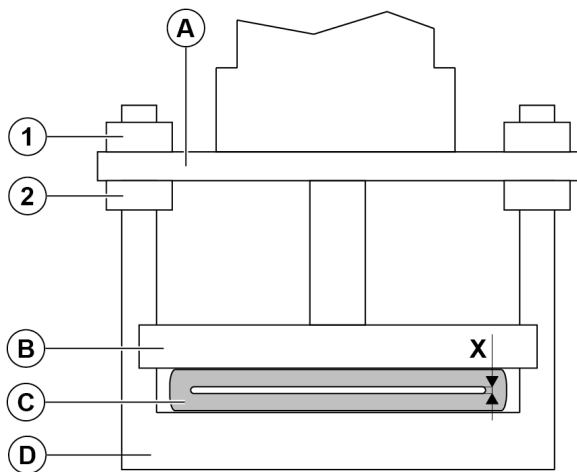

Figura 15.
3. Se a válvula estiver equipada com etiquetas de abertura, solte os parafusos de fixação (8 peças) nas barras de pressão e retire as etiquetas de abertura (*Figura 15*).
3. Abra os parafusos (7.) entre as metades do corpo da válvula e retire a parte inferior do corpo. Se a válvula tiver etiquetas de abertura, retire-as (17.) das barras de pressão superior (3.) e inferior (4.), 8 parafusos (*Figura 15*).